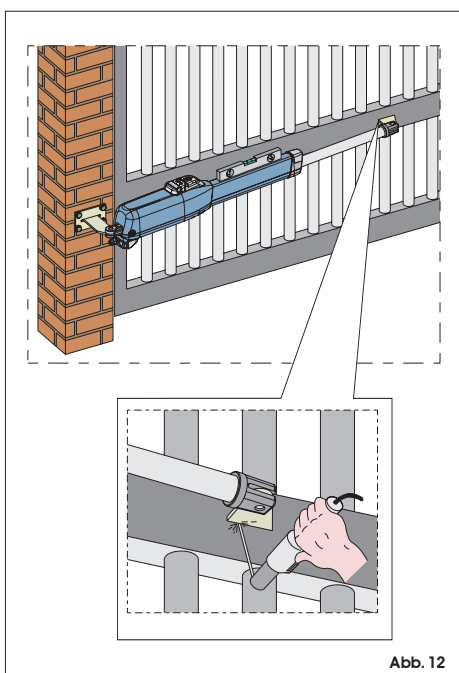

Abb. 12
- 6) Den Flügel schließen und dabei den Antrieb perfekt waagrecht halten und den Befestigungspunkt des vorderen Bügels bestimmen (Abb. 12).
- 7) Den vorderen Bügel provisorisch mit Hilfe von zwei Schweißpunkten befestigen (Abb. 12).